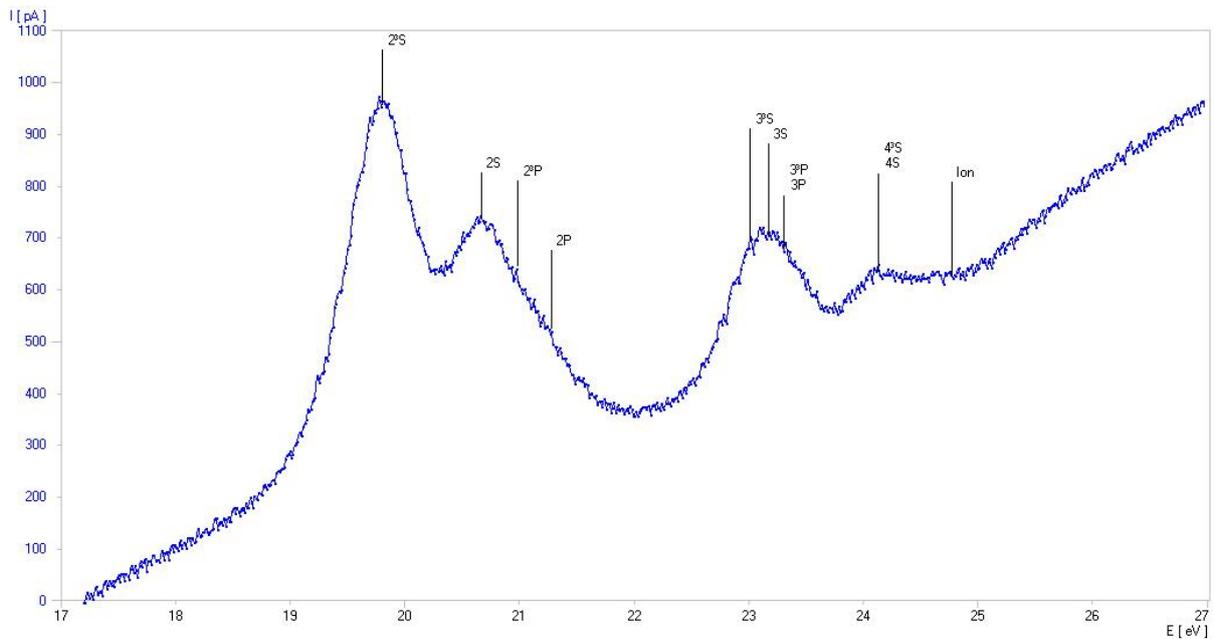

Fig. 3: Détermination des potentiels critiques de l'atome d'hélium (courbe de mesure enregistrée avec le 3B NETlog™)
- Établissez le diagramme où la valeur E est attribuée à l'axe X et la valeur I à l'axe Y. (voir Fig. 3).